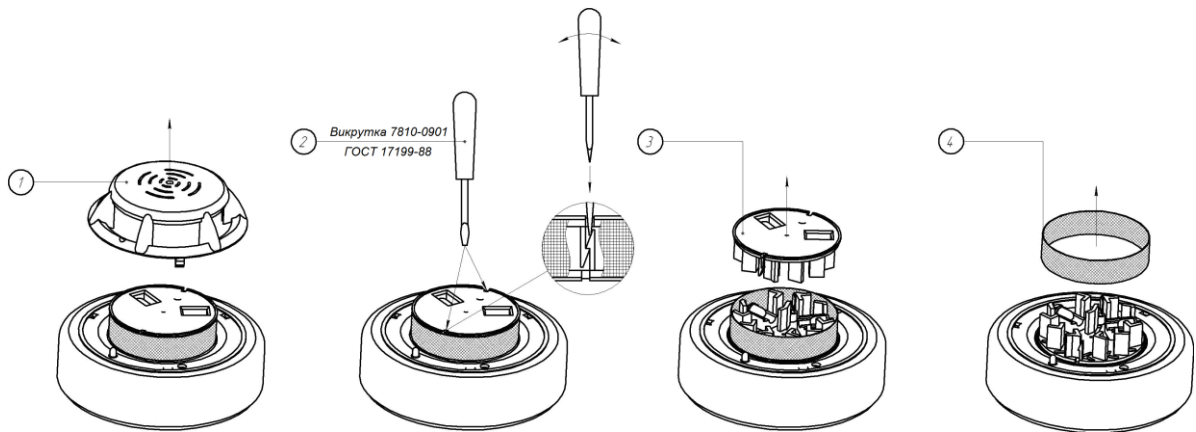

Рисунок 3
3.2 Для перевірки працездатності сповіщувача слід ввести в контрольний отвір у верхній кришці (поз.1 рис.3) щуп (штир діаметром 0,5 – 1,0 мм, довжиною 3 – 4 см). Після 3-4 спалахів світлодіод повинен постійно світитись.